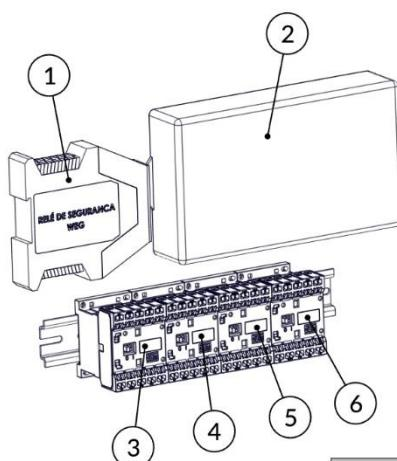
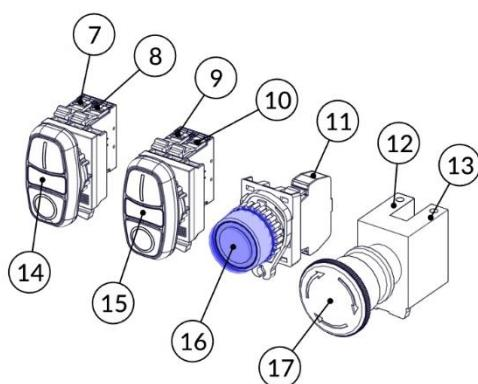

FIG. 12
FIG. 13
- c) Inspecione todo o conjunto de comandos (contatores (FIG. 12), relé de segurança (FIG. 12), chaves de acionamentos (FIG. 13) e chicote elétrico) e verifique se há contaminação destes componentes por agentes externos agressivos ao sistema, tipo: sabão, água, insetos, etc. Verificar também a integridade dos cabos elétricos e seus terminais elétricos. Caso haja contaminação do sistema, deve-se proceder a troca do componente degradado.